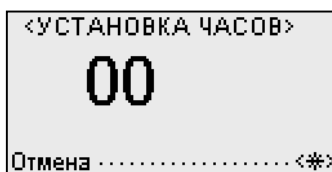

Рис. 28 Экранная форма <УСТАНОВКА ЧАСОВ>
- ввести значение времени в формате ЧЧММ (Рис. 28);